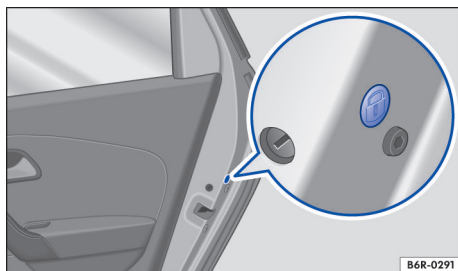

Fig. 51 Na porta traseira: travamento de emergência, coberto por uma vedação de borracha.
- Remover a vedação de borracha na lateral da porta. A vedação está identificada por um cadeado 🔒 → Fig. 51.